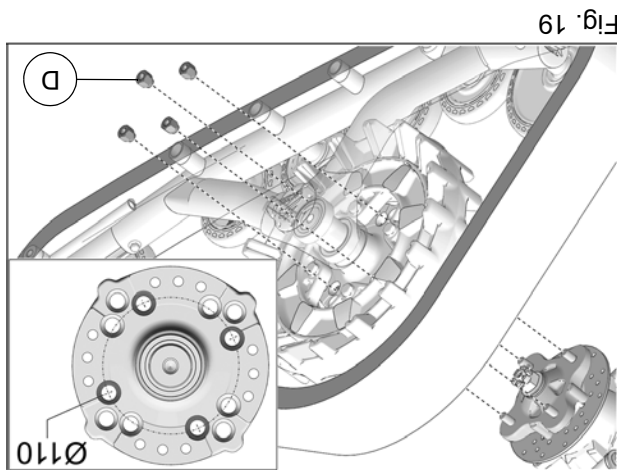

Fig. 19
7. Fixer le système de traction au moyeu de roue avant. Utiliser le cercle de perçage de Ø110mm et les écrous de roue (D) fournis. Voir la Fig. 19